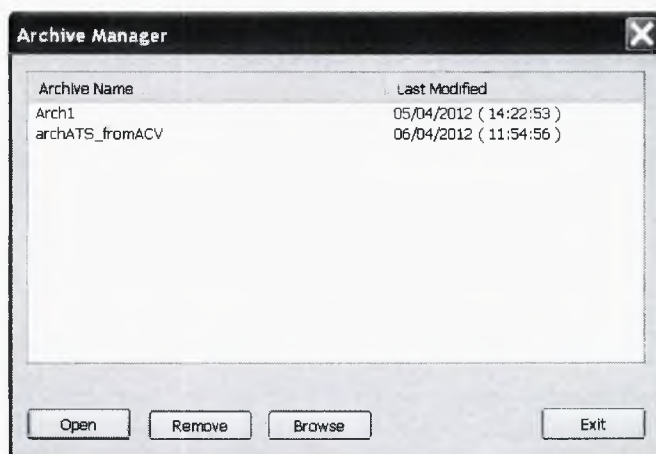

Рисунок 73
• Появится диалоговое окно **Управление архивом** (см. рисунок 73), где перечисляются все существующие архивы: